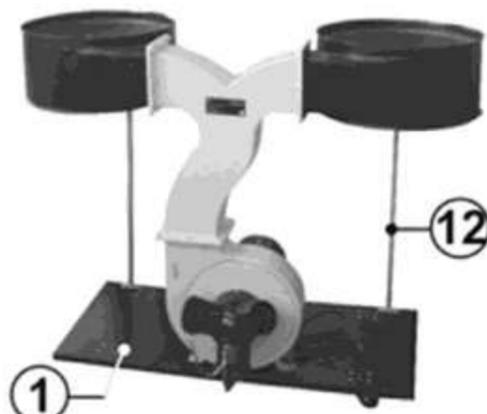

Рис.7
- 8.5. Закрепите болтами две опоры (12), совместив отверстия в нижних концах опор с отверстиями в основании (1), Рис.7.